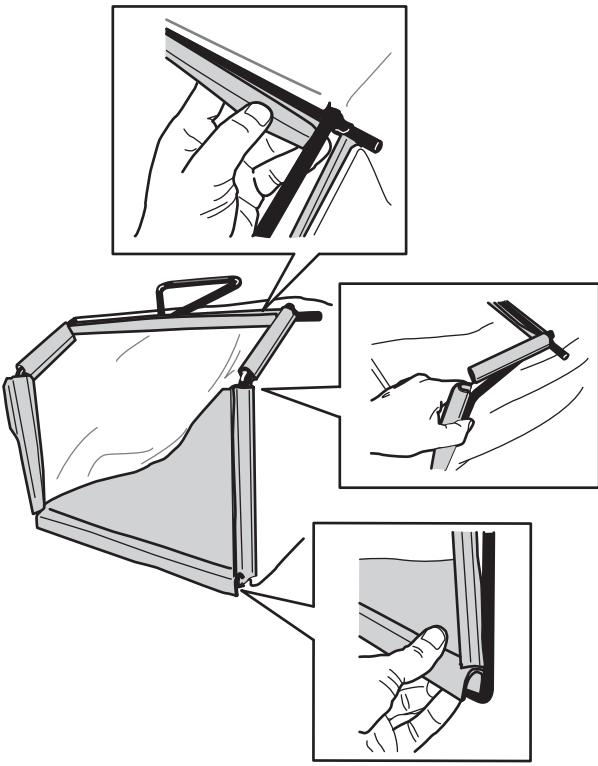

Figure 7
- Accrochez la glissière inférieure du bac au bas de l'armature (Figure 7).
- Accrochez la glissière supérieure et les glissières latérales du bac au sommet et sur les côtés de l'armature respectivement (Figure 7).